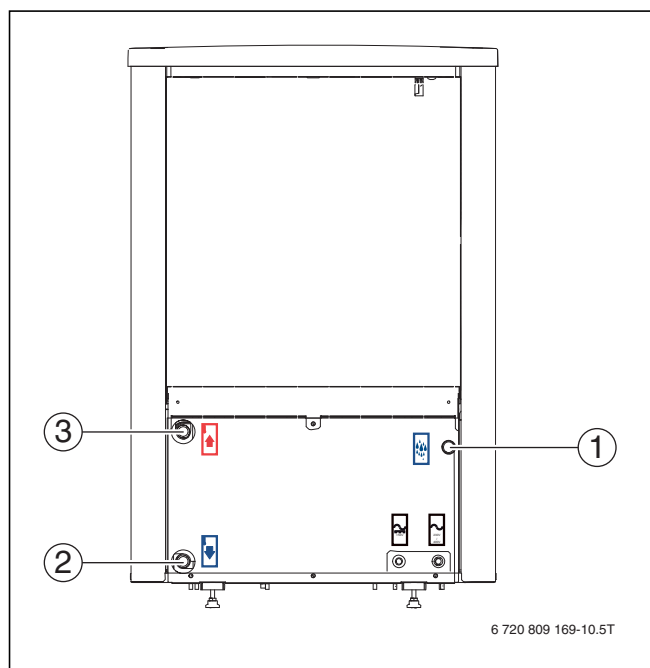

Bild 13 Wärmepumpenanschlüsse. Gültig für alle Größen.
- ▶ Rohr für Primärkreiseingang vom Inneneinheit anschließen (→ [2], Abb. 13).
- ▶ Rohr für Primärkreisausgang zum Inneneinheit anschließen (→ [3], Abb. 13).